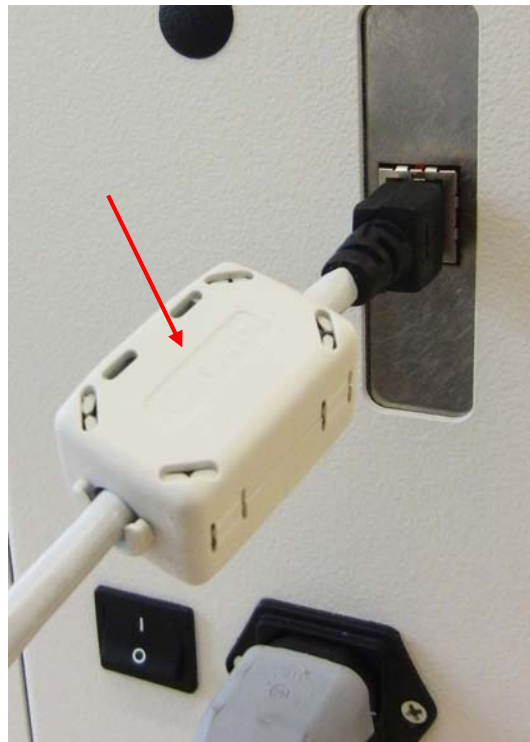

Abbildung 51: Ferritkern
- Bitte befestigen Sie den beigelegten Ferritkern (Teilenummer 9204150F) an dem Ende des Netzwirkables, welches am Drucker angeschlossen wird. Siehe Abbildung 51.